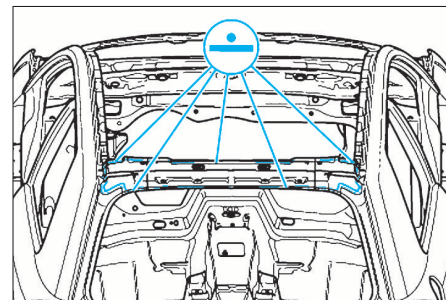

FIG. 51
- Souder la pièce neuve, soudure par points en ligne droite (Fig.51).